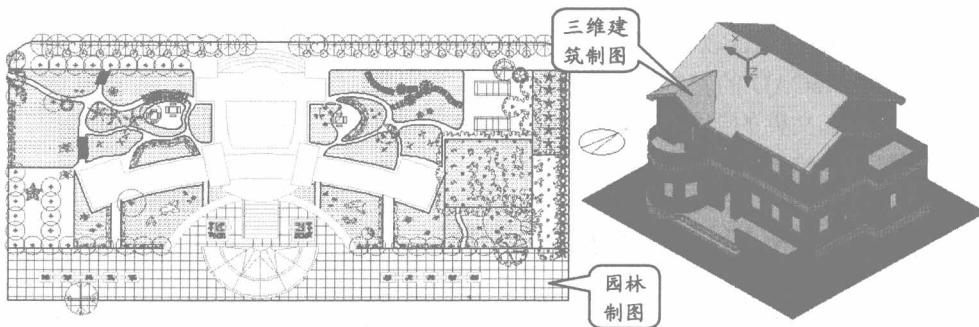

图 1-1 园林图纸和三维建筑效果
- **建筑和园林制图** 建筑和园林制图是 AutoCAD 制图中两个重要的领域，利用专业的 CAD 软件可以制作出数据精确、结构严谨、标识清晰的建筑和园林图纸以及三维建筑效果等，如图 1-1 所示的是利用 AutoCAD 绘制出来的设计图效果。